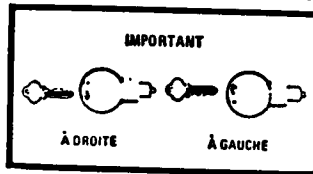

Fig. 2
- ii - Insert knob and cylinder assembly so that CUTS IN KEY ARE FACING DOWN, then push until knob snaps in (Fig. 2).
- ii - Insert Knob and cylinder assembly so that CUTS IN KEY ARE FACING UP, then push until knob snaps in (Fig. 2).
- ii - Insérer le bouton et le barillet de sorte que les DENTS DE LA CLÉ SOIENT TOURNÉES VERS LE BAS, puis pousser le bouton jusqu'à ce qu'il s'emboîte (Fig. 2).
- ii - Insérer le bouton et le barillet de sorte que les DENTS DE LA CLÉ SOIENT TOURNÉES VERS LE HAUT, puis pousser le bouton jusqu'à ce qu'il s'emboîte (Fig. 2).